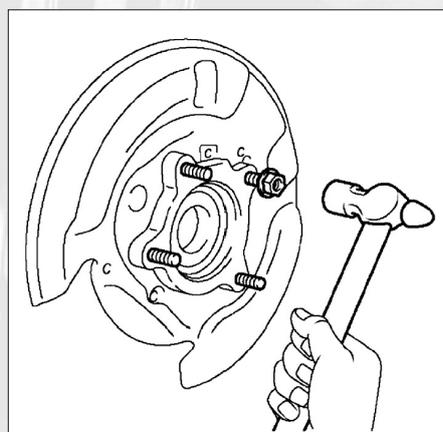

FIG. 11
- Poser 4 écrous sur les vis en serrant le flasque de frein et l'ensemble moyeu-roulement ; puis avec un marteau, déposer les 4 vis (fig. 11).